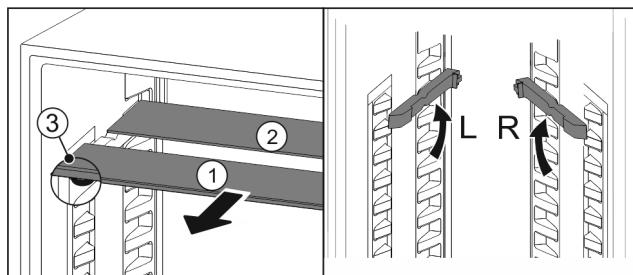

Fig. 71
- Издърпайте Fig. 71 (1) поотделно стъклените площи напред.
- Стъклената плоча Fig. 71 (1) с декоративната лайстна е отпред.
- Ограничителите Fig. 71 (3) сочат надолу.